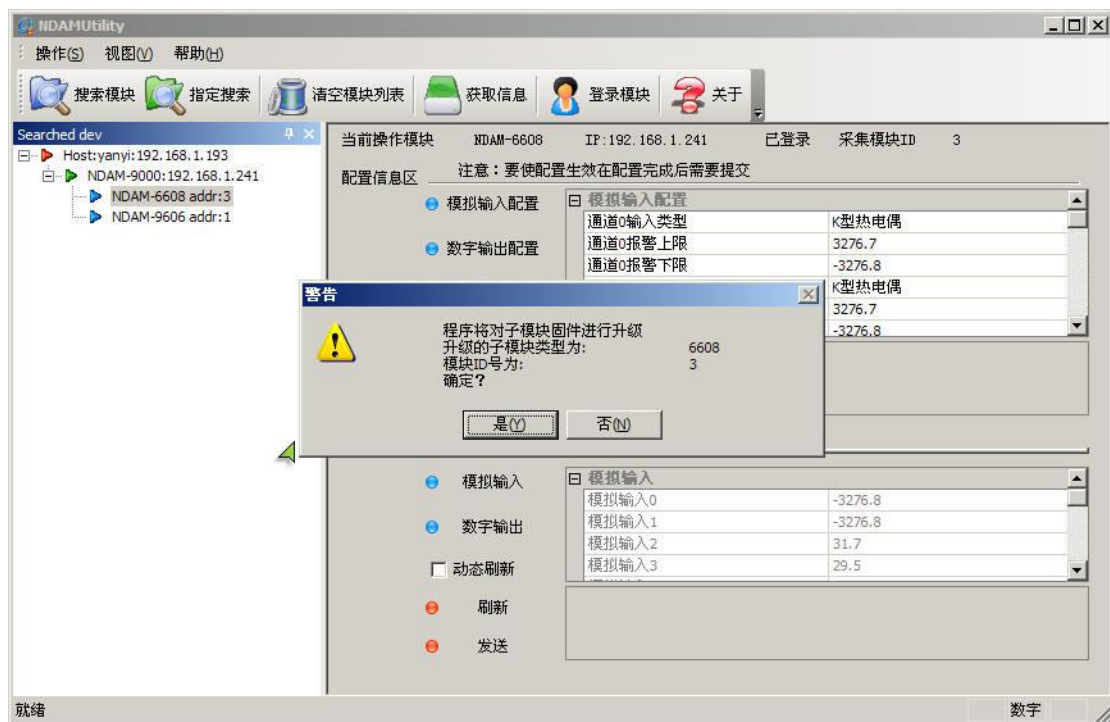

图 4.10 子设备升级确认
- 2) 选择固件升级后，配置软件将会弹出对话框，如图 4.10 所示。确认要升级的设备地址和设备类型是正确的，则选择“是”继续进行升级，否则选择“否”退出升级。